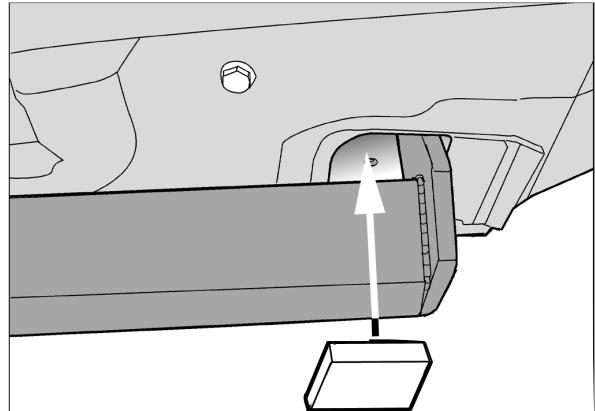

FIG.6
7. В качестве уплотнения, вставить два полиэтиленовых элемента в балки шасси. (См. рисунок 6).